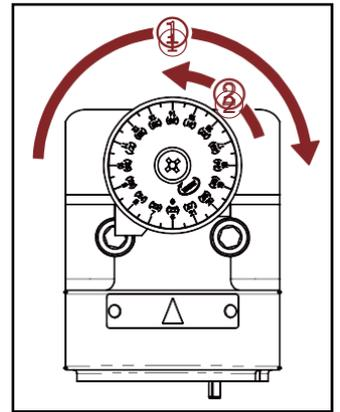

Fig. 7-1
1. Predefina a escala da Base de Posicionamento (Fig. 7-1)
- ① Gire no sentido horário até o fim.
- ② Gire no sentido anti-horário em "0".